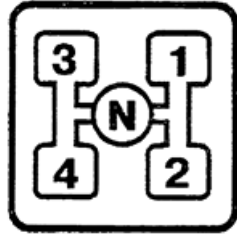

Рис. 21. Схема перемикання передач
4. Важіль перемикання передач. Схема перемикання передач показана на рис. 21.